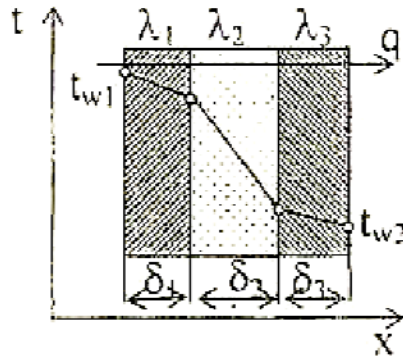

Рис.5.1. Расчетная схема 3-х слойной плоской стенки
Вычислить плотность теплового потока q , проходящего через 3-х слойную плоскую стенку (рис. 5.1).
1) Находим тепловой поток q , Вт/м², через 3-х слойную плоскую стенку (рис.5.1) по формуле: